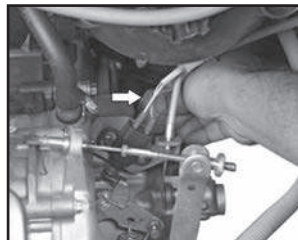

Fig. 21
- Asegure el nivel de aceite con la varilla en la posición de nivel máxima. (Consulte la **Fig. 21**)